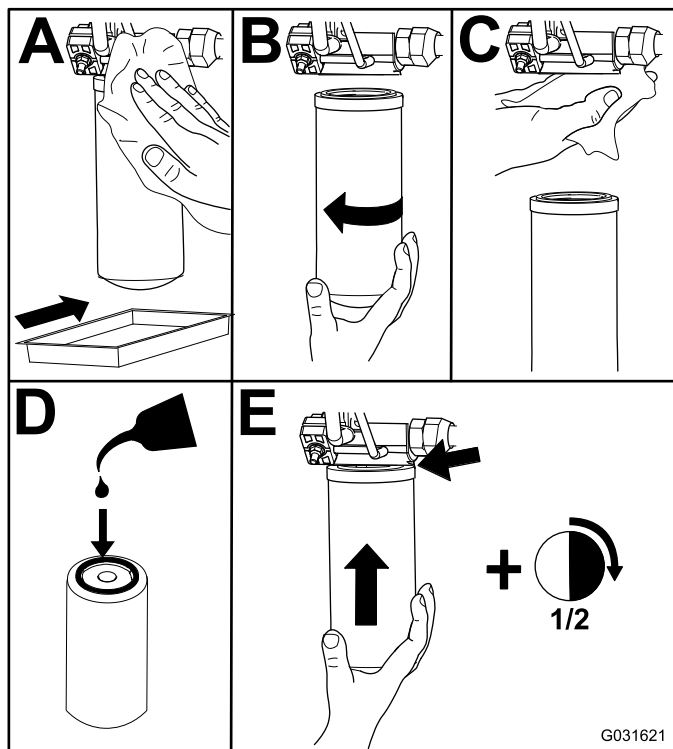

Рисунок 74
2. Замените гидравлические фильтры (Рисунок 74).